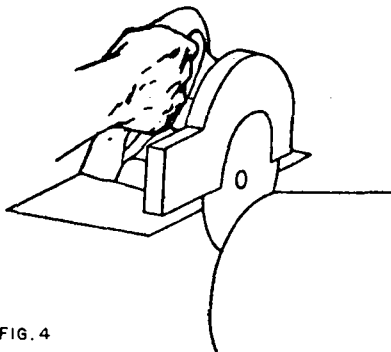

FIG. 4
8.º Passo – Execute o corte mantendo a máquina bem apoiada e o disco sem torção (fig. 4).